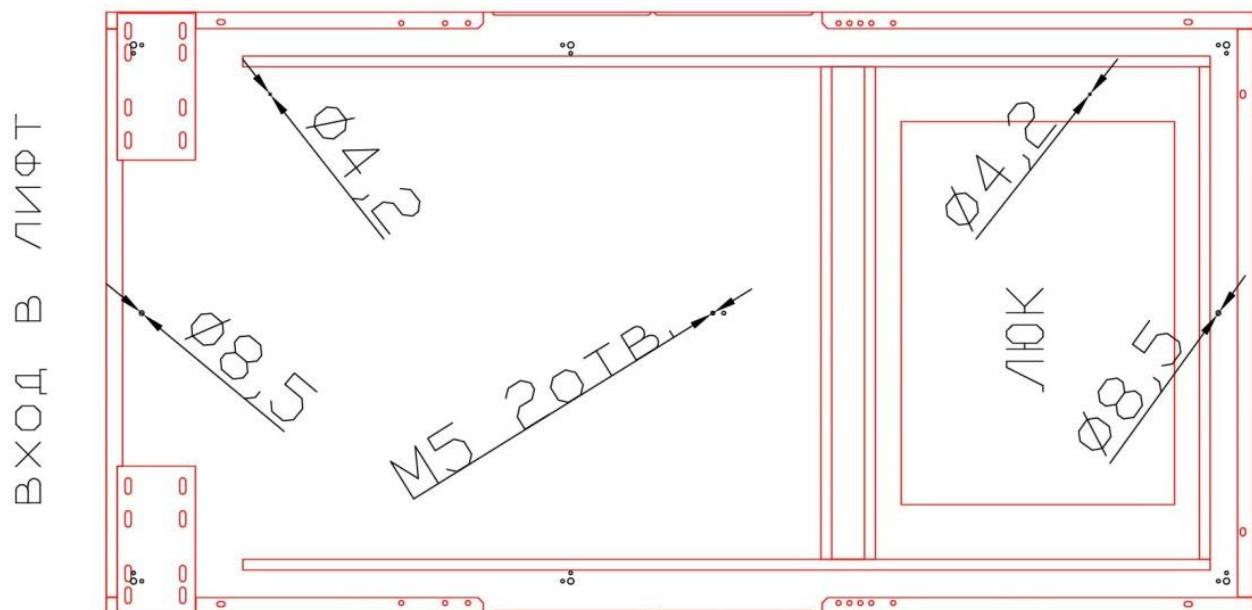

Рисунок 76 «Расположение отверстий подготовки к установке»
- Рассверлить сверлом ф4,2 два отверстия под установку клеммы заземления и зачистить от краски место прымывания клеммы заземления к потолку (данная операция необходима для обеспечения электрического контакта клеммы заземления с металлом крыши кабины) (*рис. 76*)
- Установить два сальника электропроводки в отверстия ф 8,5 мм (*рис. 76*)
- Для лифта с ППП в отверстия M5 установить петлю подвеса страховочного тросика на два Винта M5, используя Шайбу 5 и шайбу Г5 (*рис. 76*), на петлю повесить страховочный тросик